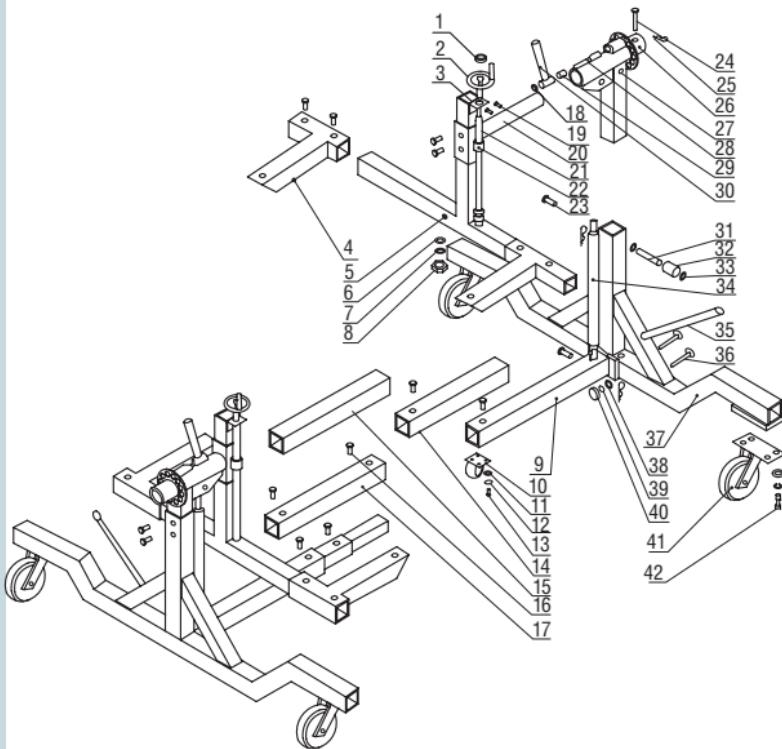

Рисунок 1. Деталировка.
2. Далее положите собранную базу на пол, оперев на поперечную её часть(37), прикрутите роликовые колёса 8"(41) и 3"(10) соответствующими крепёжными элементами (см. рис. 1).
5. Соберите конструкцию поворотного подхвата, для этого установите опору подхватов(5) в трубу вращательную(20), зафиксируйте штифтами. Соберите винтовой регулятор высоты подхватов, для этого прикрутите к опоре подхватов(5) направляющую резьбового стержня(3), проденьте сквозь неё и втулку на трубе(20) резьбовой стержень регулировочный(21) и зафиксируйте его, с помощью соответствующих крепёжных элементов (6, 7, 8 см. рис. 1). Установите сверху рукоять(2) и зафиксируйте её стопорной гайкой(1).
6. Установите вращательную трубу сборки подхватов в трубную часть подъёмной балки, а сзади установите трубу установочную вращательную(26), зафиксируйте её штифтом(24) и пружинным шплинтом(25). Проверьте, чтобы рукоять клинообразная свободно заходила в паз ступенчатого фиксатора на установочной трубе и выступала из паза при входжении не менее чем на 2 мм.
7. Установите подвижные подхваты(4), зафиксируйте их на опоре с помощью двух болтов M8x15(16) каждую.